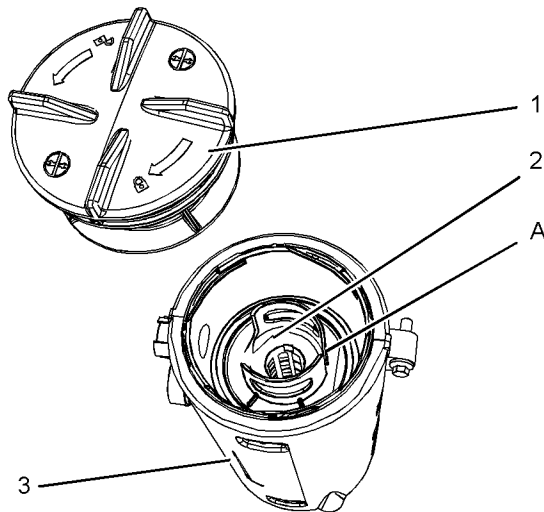

図 68
- 新しいフィルタエレメントをブリーザのボディ(3)に取り付け、位置(A)が合うようにフィルタエレメントの向きを合わせます。図68を参照してください。フィルタエレメントの位置(A)をキャップの位置(B)に合わせます。